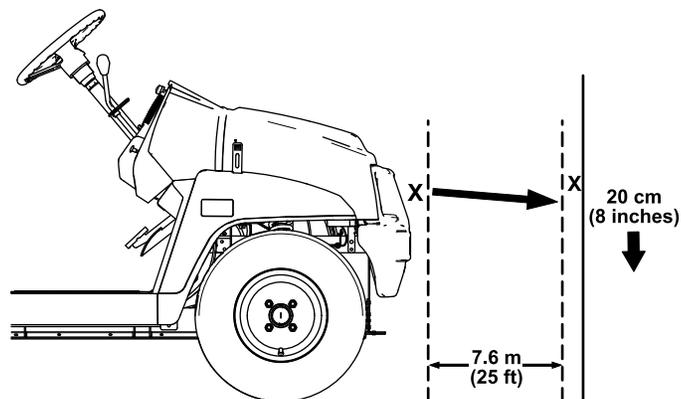

図 50
1. 平らな場所で、ヘッドライトを壁に向け、ライトと壁の距離が7.6 m 程度になるように駐車する 図 50。
ヘッドライトのビームの最も明るい部分が、壁に付けた印の約 20 cm 下を照らしていればよい 図 50。